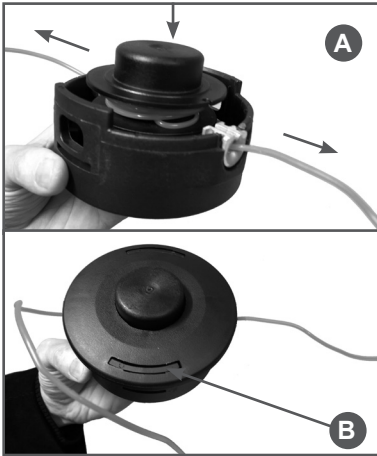

Рис. 19 Сборка триммерной головки
5. Освободите корд из пазов катушки. Для этого нажмите на катушку сверху и сильно потяните сначала один конец корда, затем другой (Рис. 19А). Уложите концы корда в направляющие на корпусе катушки. Установите крышку катушки и зафиксируйте ее защелками (Рис. 19В).